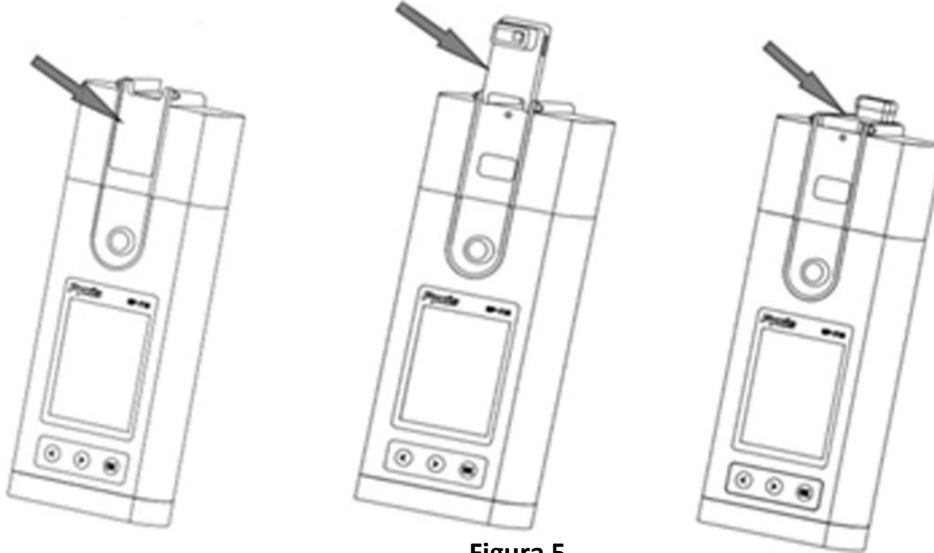

Figura 5.
El módulo se enciende girando el sello de la célula de pH/ORP hasta tocar la cara frontal del módulo, como se ve en la figura 5. Un imán sellado dentro del sello de goma activará el circuito de alimentación del módulo. El módulo de pH/ORP se apagará por sí solo cuando lo ordene el módulo principal o automáticamente según el ajuste del límite de tiempo de inactividad predeterminado o personalizado. El propósito de este diseño es prolongar la vida de la batería.
1. Gire la junta de la célula de pH/ORP para que toque la cara frontal del módulo, como se ve en la figura 5. Esto es para encender el módulo. La luz indicadora del módulo será **verde** e intermitente cuando esté encendido. Después de encender el módulo, la junta puede colocarse en cualquier lugar que se desee.